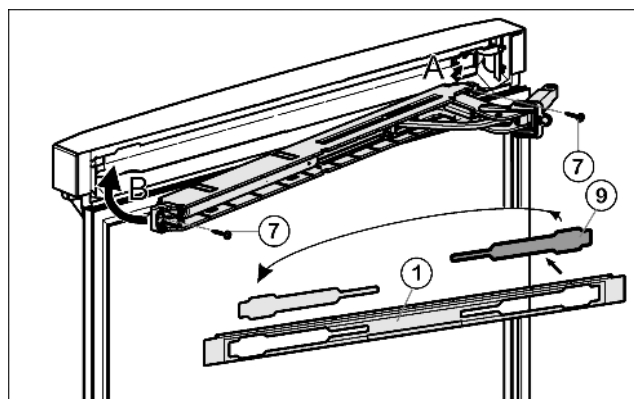

Fig. 22
- ▶ Освободите крышку *Fig. 22 (9)* из накладке *Fig. 22 (1)* и снова установите её на другой стороне.
- ▶ Прикрутите узел амортизатора закрывания двери. (2 шт. Torx® 15) *Fig. 22 (7)*